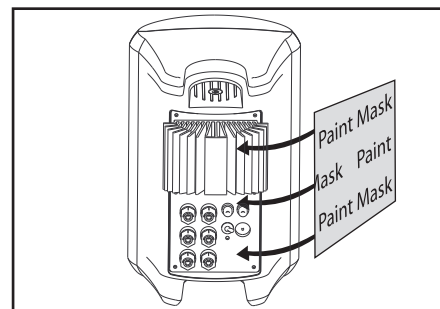
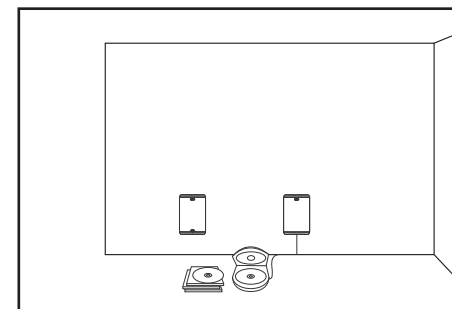

FIGURE 19
FIGURE 20
2. Mask off the binding posts and amplifier heat sink on the back of the speaker [figure 19], and carefully mask the front of the speakers to protect the drivers and baffles while painting [figure 20].
2. Masquez les bornes et les ailettes de refroidissement situées à l'arrière de l'enceinte [figure 19] puis masquez la surface avant des enceintes pour protéger les transducteurs et l'écran acoustique lors de l'application de la peinture [figure 20]. Masquez également la portion filetée des boutons et des écrous.